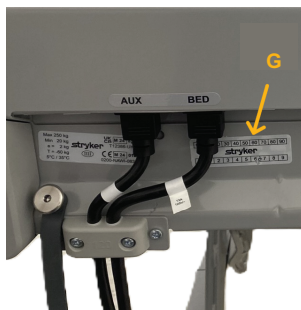

Figura 34 – Etichetta del contatore calibrazioni
4. Rimuovere l'etichetta dell'attuale contatore calibrazioni della bilancia (Figura 34).
6. Applicare l'etichetta forata del contatore calibrazioni della bilancia sul prodotto (Figura 34).